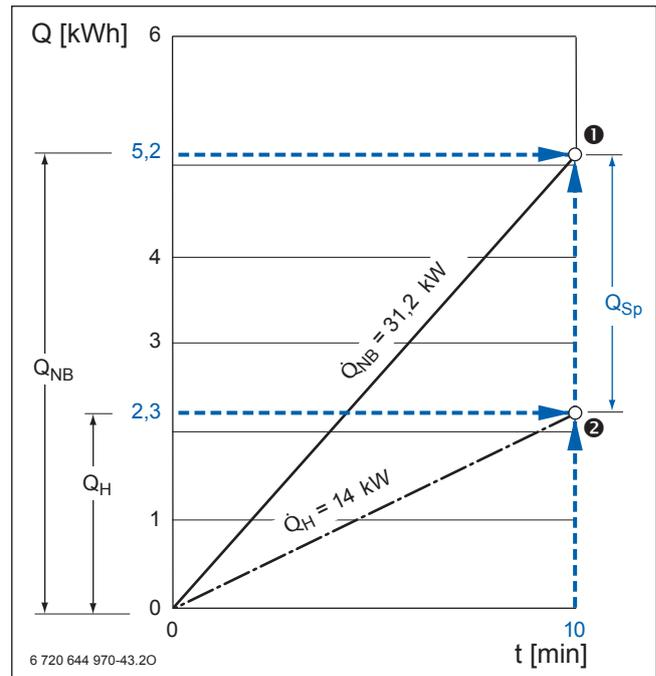

Bild 56 Badewannenfüllung per Dauerleistung und Speicherkapazität
Bild 56 ist bereits eine Anwendung des Wärmeschaubildes. Ausgehend von der Wärmekapazität Q_{NB} der Wannenföllung und den 10 Minuten Fölldauer ergibt sich ein Bedarfspunkt ❶ für die Badewanne. Die Steigung der Bedarfslinie zwischen Null und Punkt ❶ entspricht nach der umgestellten Grundformel 73 (→ Seite 184) der benötigten Aufheizleistung:
Mit der Leistung des Heizkessels $\dot{Q}_H = 14$ kW und einer Wannen-Füllzeit von 10 Minuten wurde die Wärmekapazität $Q_H = 2,3$ kWh als Dauerleistung übertragen (→ Bild 56, Seite 84). Dem entspricht nach der umgestellten Grundformel 75 (→ Seite 184) bei 40 °C die Warmwassermenge: